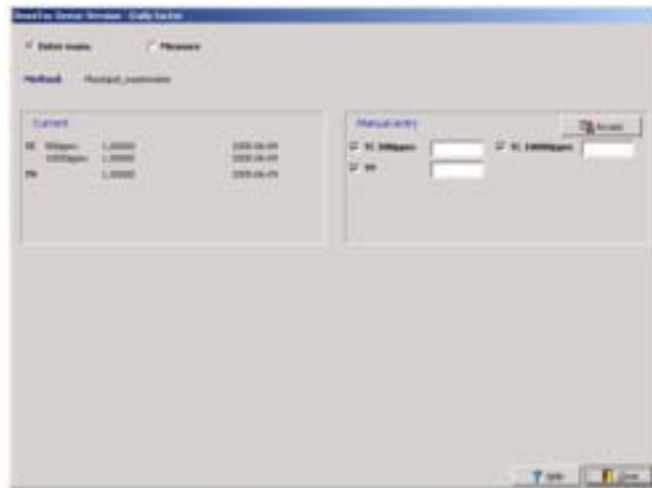

图50 Daily Factor (日因子) 窗口——Manual Input of Daily Factor (日因子的手动输入)
2. 在Daily factor（日因子）窗口（图50），选择Enter Manually（手动输入）。
2. 在Daily factor (日因子) 窗口 (图50)，选择Measure (测量)。